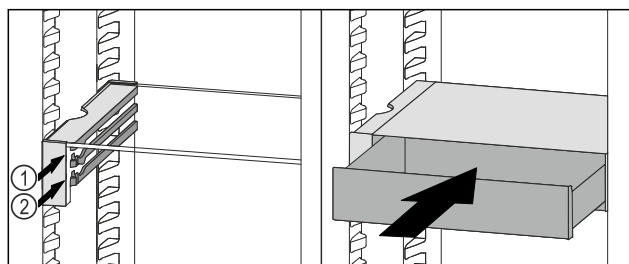

Fig. 38
- ▶ Поставете чекмеджето на VarioSafe зад ограничителите върху желаното ребро Fig. 38 (1) или Fig. 38 (2).